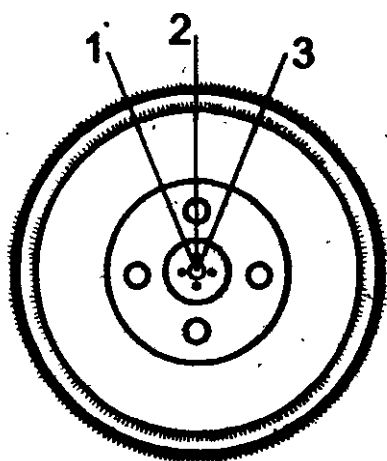

Рис. 101. Нанесение на шину мелом вертикальной черты
золотника). Затем нужно отогнуть пассатижами пружинный держатель и снять балансировочные грузики с колеса. Колесо раскрутить против часовой стрелки. Когда оно остановится, нанести на шину мелом вертикальную черту в верхней точке колеса (1) (рис. 101). Потом колесо раскрутить по часовой стрелке и снова отметить верхнюю точку вертикальной чертой (2). Две эти черты образуют угол с центром в оси колеса. Теперь нужно провести мелом третью линию — биссектрису образовавшегося угла, которая бы разделила угол пополам (3).